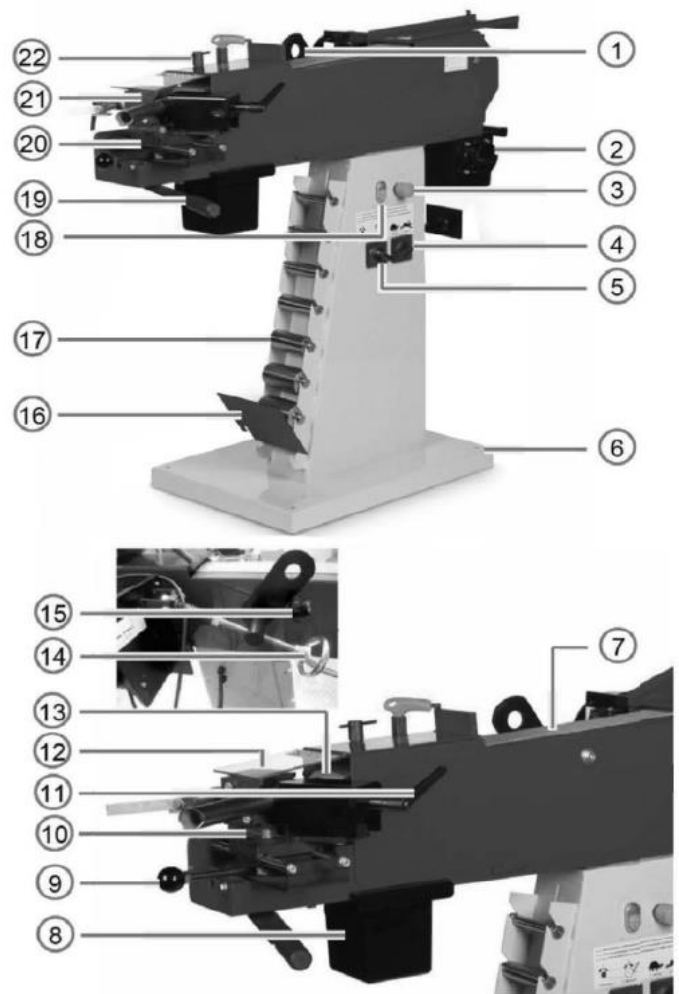
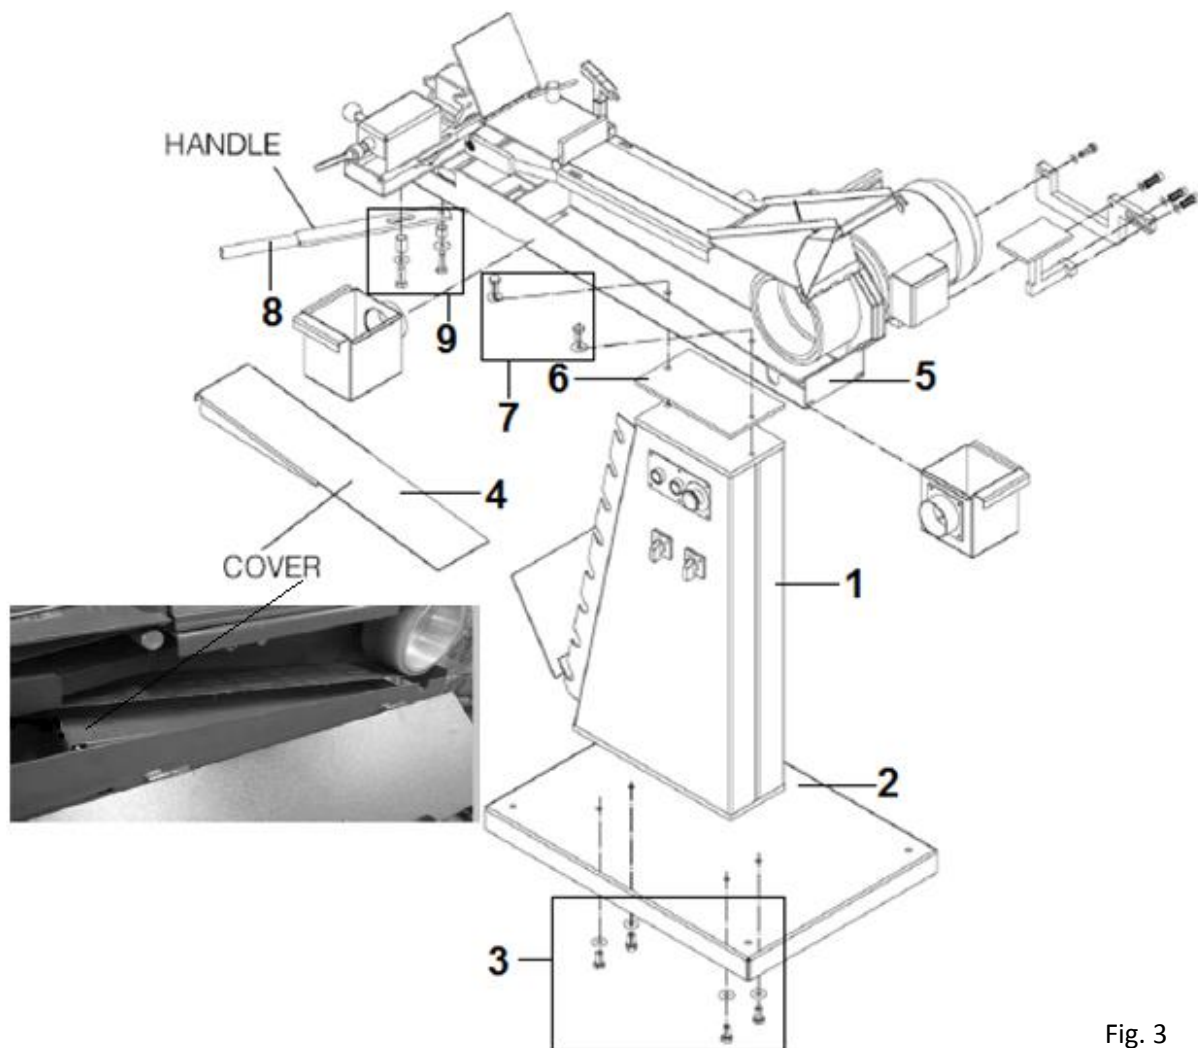

Fig. 2
Fig. 3
1. Zet de standaard (1, fig.3) vast op de basisplaat (2, fig.3) met de bouten en ringen (3, fig.3).
2. Verwijder de kap (4, fig.3) uit de machine (5, fig.3) om bij de gaatjes voor de bouten te kunnen en hijs de machine vervolgens op d.m.v. het hijssoog (1,fig.2) **LET OP! Maak gebruik van een geschikt hef-/hijsmiddel zoals een heftruck, kraan of kettingtakel.** Plaats nu de tussenplaat (6, fig.3) op de standaard en plaats vervolgens voorzichtig de machine op de standaard, let er hierbij op dat de gaten van de machine, tussenplaat en standaard zijn uitgelijnd, zet nu de machine vast op de standaard met de bouten en ringen (7, fig.3).
3. Zet de hendel (8, fig.3) vast aan de onderkant van de machine met de bouten, busjes en ringen (9, fig.3).
- De werkplek dient schoon en goed geventileerd te zijn en er moet voldoende ruimte (fig.3) zijn om gemakkelijk en ongehinderd met de machine te werken. **TIP: Houdt bij het plaatsen rekening met de afstand van de machine tot de muur en omliggende machines i.v.m. de lengte van te bewerken buizen/profielen/werkstukken.**